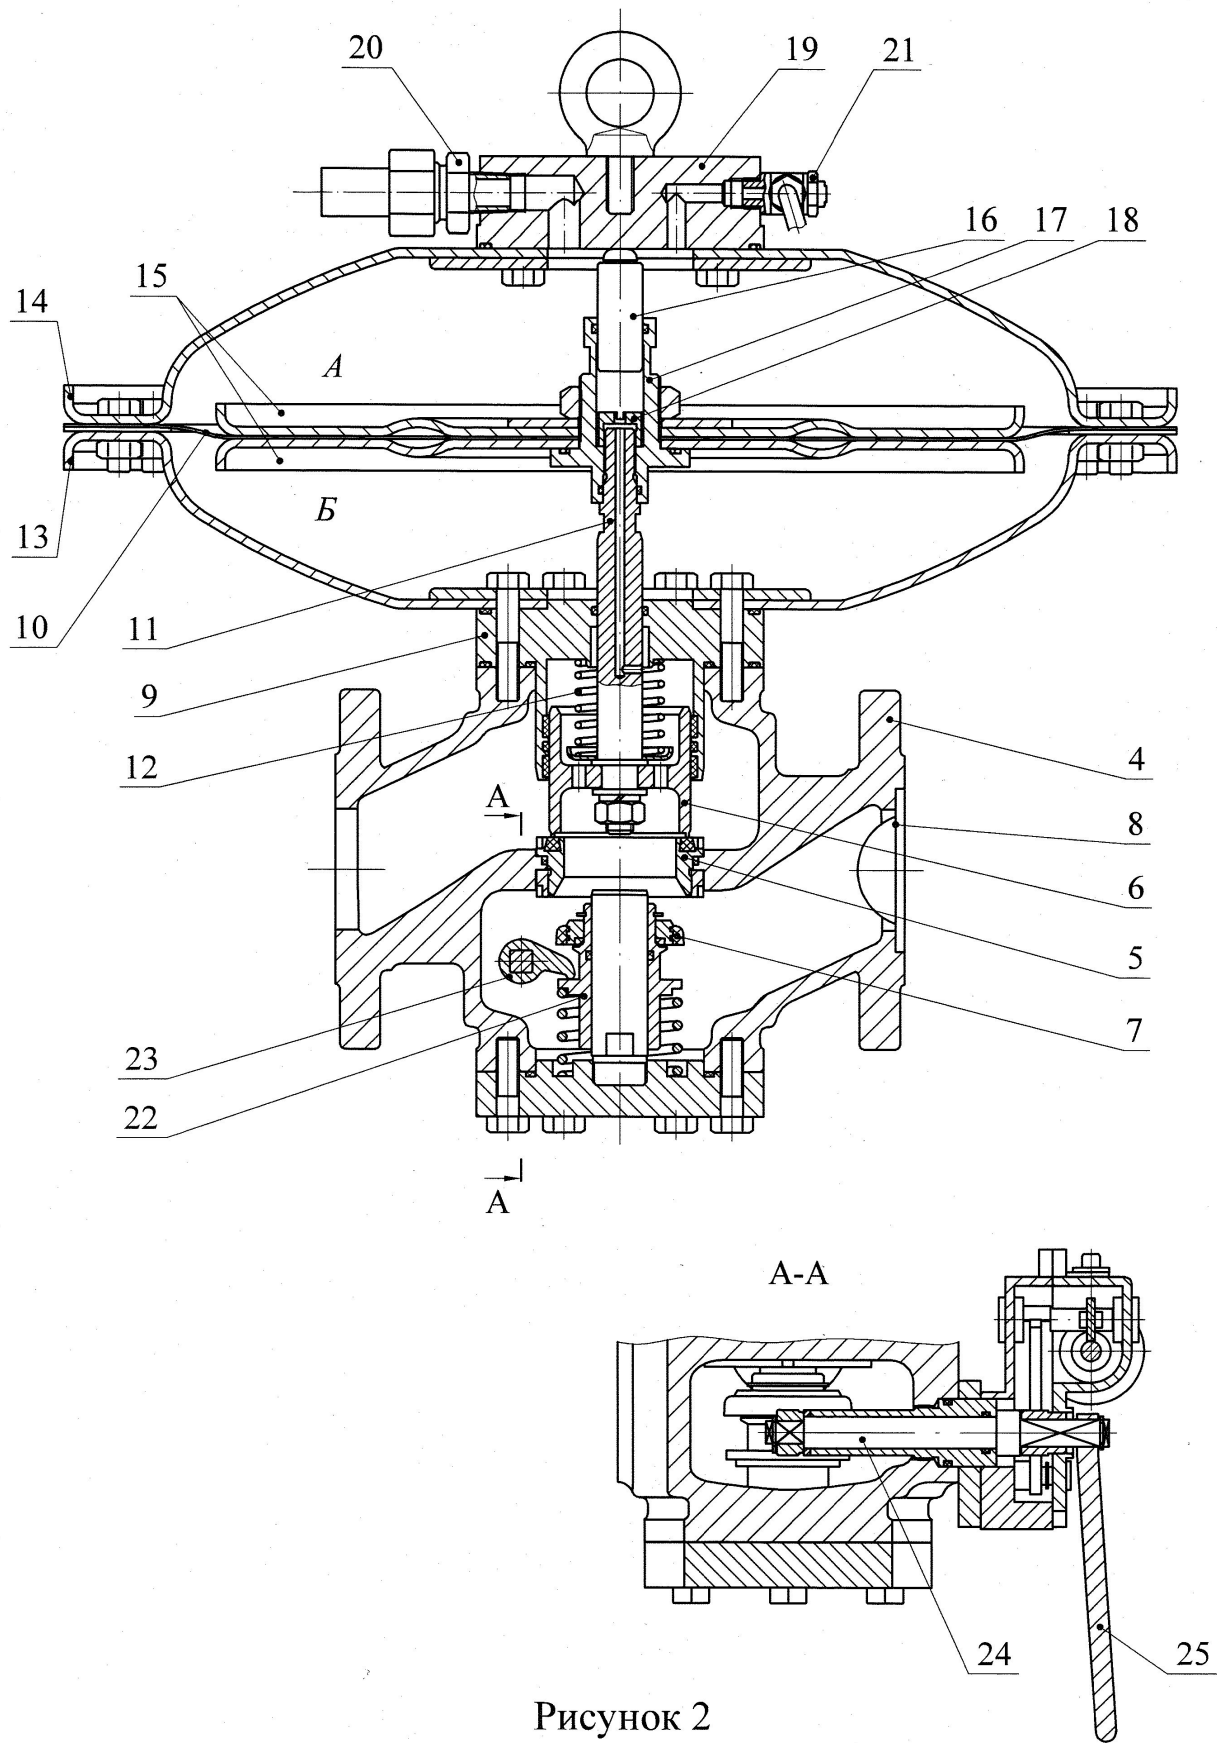

Рисунок 2
9.1.2 Регулятор давления 1, рисунок 2, состоит из корпуса 4, в котором установлено седло 5, являющееся как седлом клапана регулятора 6, так и запорного клапана 7. Во входном фланце корпуса 4 установлен сетчатый фильтр 8.